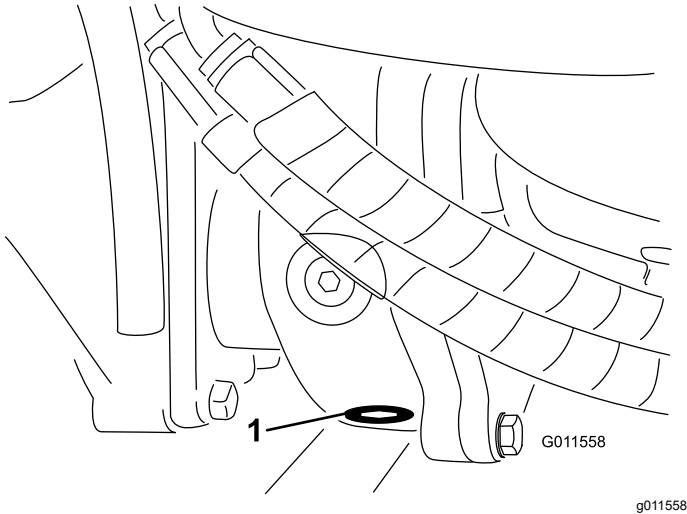

Bild 108
- Reinigen Sie den Bereich um die Ablassschraube an der Unterseite des Getriebes (Bild 108).